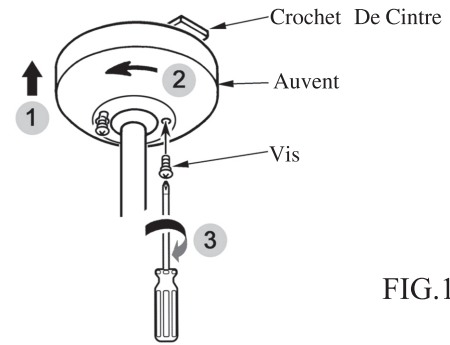

FIG.11
- Montez la canopée sur la console de suspension et serrer les vis. (Voir fig.11)